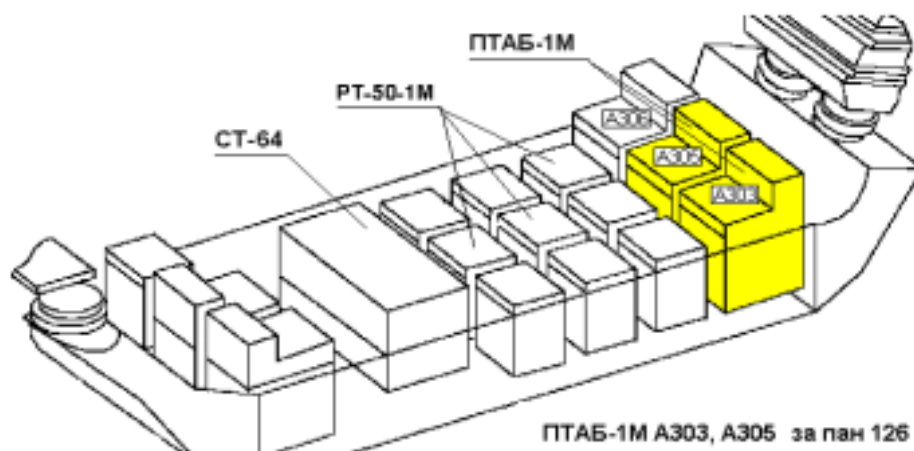

Рис. 2.2.-1. Размещение блоков ПТАБ-1М
1. Открыть пан 126 (рис. 2.2.-1.)